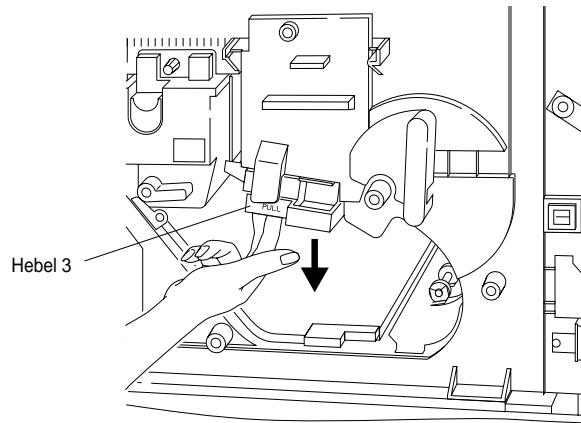

Abbildung 5-6 Hebel 3 und Übertragungseinheit
2. Ziehen Sie vorsichtig am Hebel 3, um die Führung der Übertragungseinheit freizugeben. Senken Sie die Übertragungseinheit vorsichtig ab, bis sie auf dem Boden im Inneren des Druckers aufliegt. Siehe Abbildung 5-6.